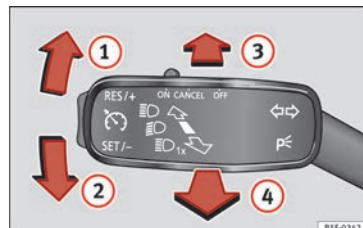

Fig. 131 Palanca de intermitentes y luz de carretera.
- Desplace la palanca » **fig. 131** hacia arriba ① o hacia abajo ②.
- Presione la palanca » **fig. 131** hacia delante en el sentido de la flecha ③.
- Las luces de carretera se apagan volviendo la palanca a la posición original en el sentido de la flecha ④.
- Tire de la palanca » fig. 131 hacia el volante (punto de presión) en el sentido de la flecha ④.
- Accione la palanca de intermitentes **» fig. 131 » pág. 131** hacia arriba o hacia abajo – se encienden las luces de posición del lado derecho o izquierdo del vehículo.